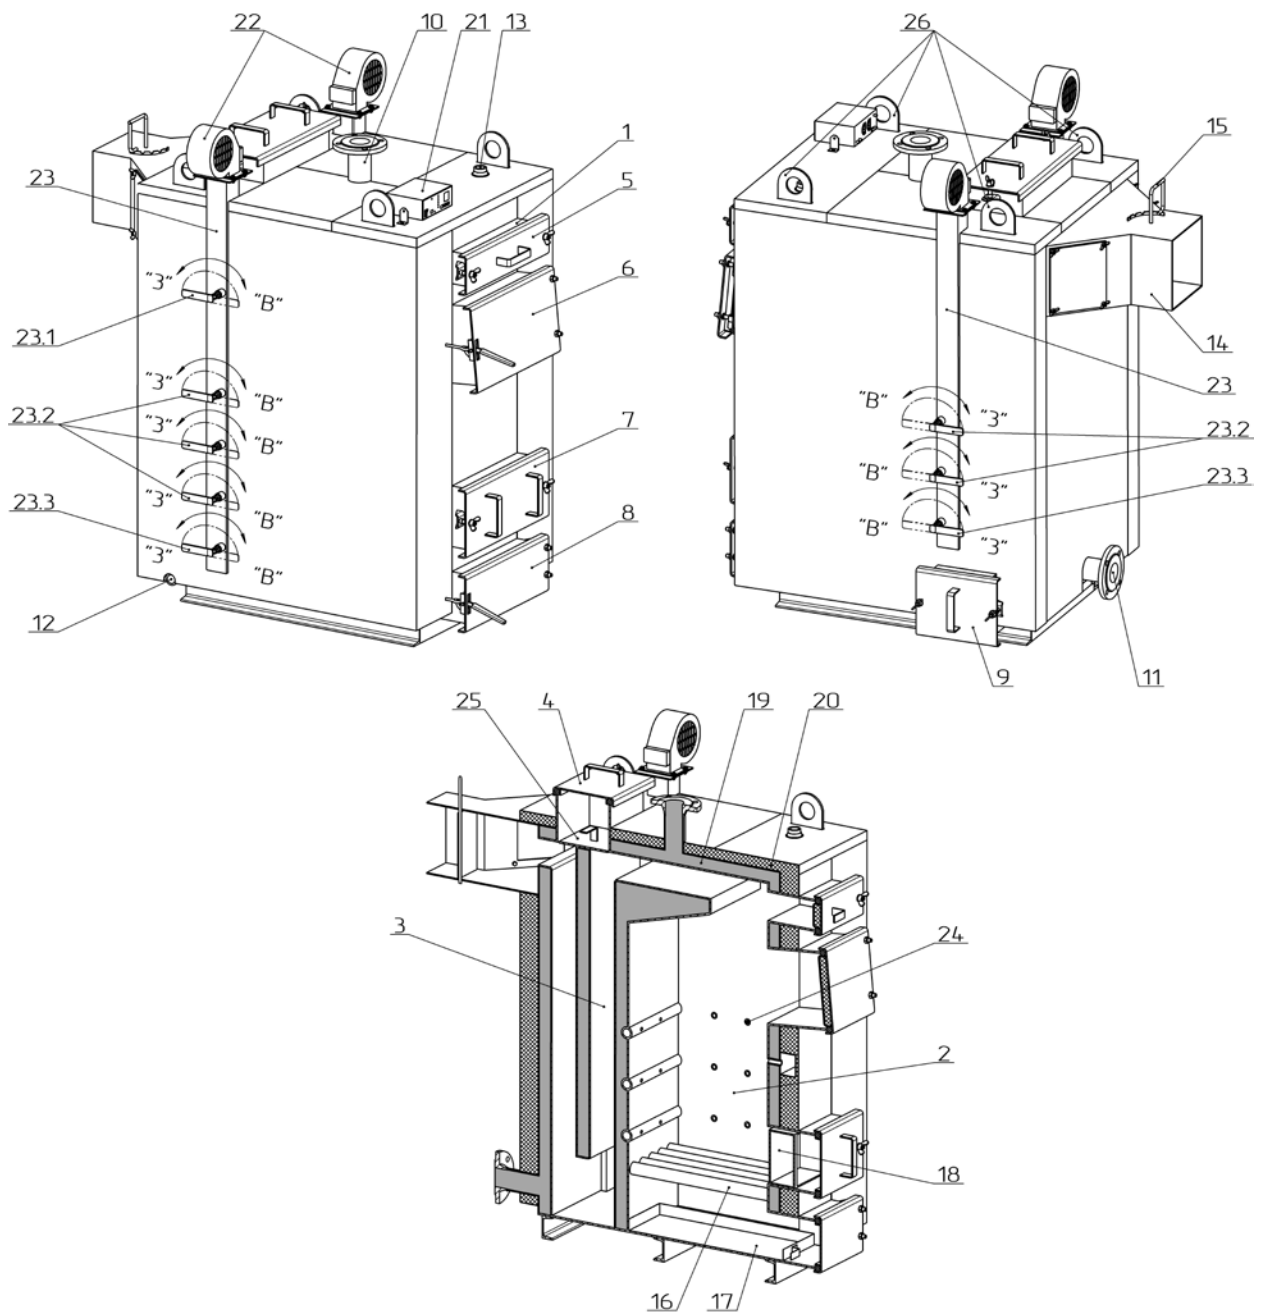

Рисунок 2 – Зовнішній вигляд та основні елементи котла
Конструктивно котел являє собою збірно-зварену конструкцію, що складається з корпусу (поз. 1, рис. 2) з камерою згоряння (топкою) (поз. 2, рис. 2). Конвекційна частина котла складається з комбінованого триходового теплообмінника (поз. 3, рис. 2) – горизонтальної (верхньої) полиці та двох вертикальних колодязів.
Корпус котла виконаний в формі паралелепіпеду з подвійними стінками, які розділені водними перегородками (поз. 19, рис. 2). На зовнішній поверхні корпусу під декоративною обшивкою закріплена теплова ізоляція. (поз. 20, рис. 2).
Паливо для процесу спалення завантажується на колосникові ґрати (поз. 16, рис. 2) крізь завантажувальні дверцята (поз. 6, рис. 2). Колосникові ґрати виконані з товстостінних безшовних труб по яких постійно циркулює вода з водяної оболонки котла, що унеможлиблює їх прогорання. Згоряння палива в топці відбувається за участю повітря, яке постачається по двом каналам подачі повітря (правому та лівому) (поз. 23, рис. 2) припливними вентиляторами (поз. 22, рис. 2). Кількість повітря, необхідного для процесу згоряння, регулюється автоматично блоком автоматики управління (поз. 21, рис. 2).
Підведення і відведення теплоносія здійснюється відповідно через патрубки зворотної мережної води (поз. 11, рис. 2) і прямої мережної води (поз. 10, рис. 2).
Топочні гази виходять у димохід крізь боров (поз. 14, рис. 2), розташований у задній частині котла. Боров обладнано вбудованим дросельним клапаном продуктів згоряння – шибером (поз. 15, рис. 2). У випадку надто високої тяги у димоході шибер дає можливість її знизити шляхом часткового перекривання вихідного отвору борова.
Зола, яка утворюється в процесі згоряння палива, зсипається в нижню частину корпусу котла в якій розташована висувна полиця для золи – зольник (поз. 17, рис. 2).
У верхній частині корпусу котла розташований штуцер для встановлення запобіжного клапана або групи безпеки котла (поз. 13, рис. 2).
На бічній стінці корпусу у нижній її частині розміщено штуцер для зливу води з котла (поз. 12, рис. 2).
Для проведення завантажувально-розвантажувальних робіт з котлом, у верхній його частині передбачені такелажні елементи (поз. 26, рис. 2).
- на передній стінці котла (поз. 5, рис. 2);
- у верхній частині котла (поз. 4, рис. 2);
- на бічній стінці (поз. 9, рис. 2).
- ревізійний дверцята (поз. 7, рис. 2) для періодичного чищення колосникових ґрат;
- дверцята зольника (поз. 8, рис. 2) для можливості спорожнення висувної полиці – зольника.